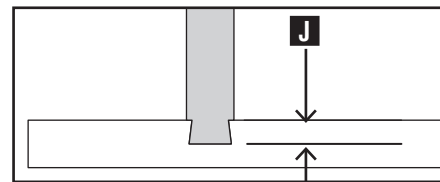

Fig. H8
NOTA: No seleccione una profundidad de la broca de la rebajadora (J) Fig. H8 que sea mayor que la mitad del espesor de su tabla con ranura.